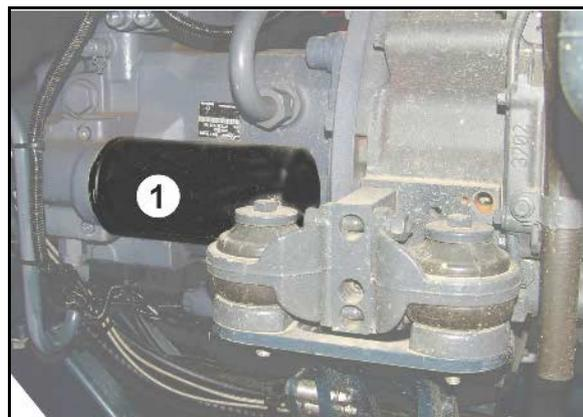

Fig. 187
1. Umluftgitter (Fig. 187/1) ausbauen.